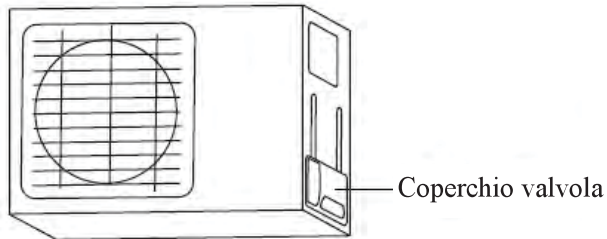

Fig. 5.9
1. Svitare il coperchio delle valvole incorporate sul lato dell'unità in esterni. (Vd. **Fig. 5.9**)